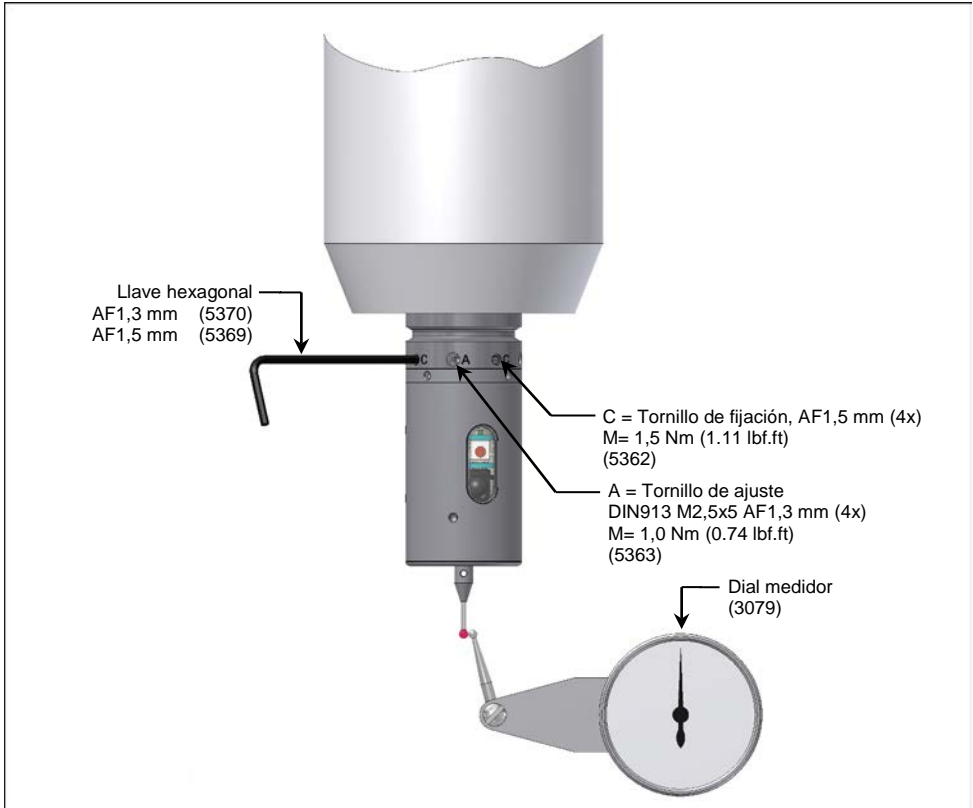

Fig. 8 Ajustar el salto de la aguja
1. Afloje el tornillo de fijación C (Fig. 8) (4x) y después apriete ligeramente.
2. Ajuste la sonda con los tornillos de ajuste A (Fig. 8) (4x) a menos de 20 μm .
3. Apriete los tornillos de fijación C (Fig. 8) (4x) un poco más.
4. Ajuste la sonda con los tornillos de ajuste A (Fig. 8) (4x) a menos de 5 μm .
5. Apriete los tornillos de fijación C (Fig. 8) (4x).
6. Apriete los tornillos de ajuste A (Fig. 8) (4x) contra los tornillos de ajuste opuestos.